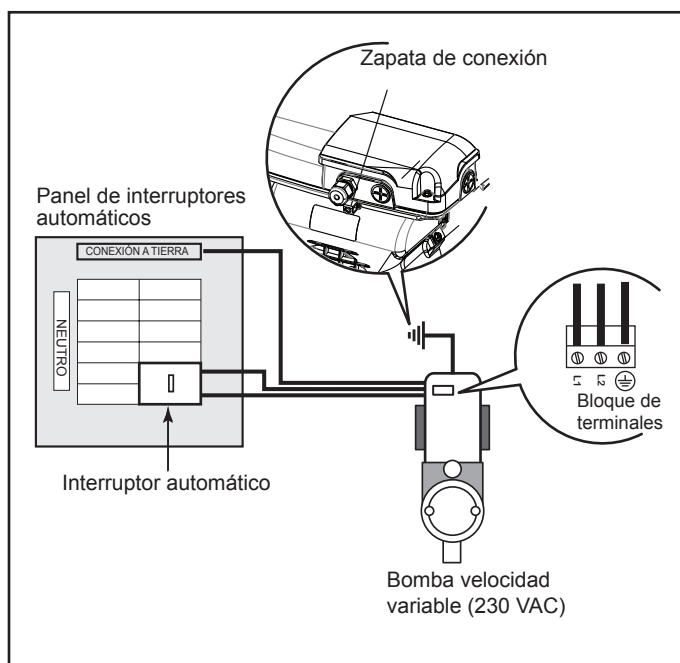

Figura 8. Unión del motor
1. La carcasa del motor debe estar conectada a una toma de tierra fiable con un conductor de cobre sólido, N°. 8 AWG o más grande. La carcasa del motor debe estar conectada a todas las partes metálicas de la estructura de la piscina, spa o jacuzzi y a todas las tuberías de los equipos eléctricos, conductos de metal y dentro de los cinco (5) pies (1,5 m) de las paredes interiores de la piscina, spa o jacuzzi.
**NOTA** En Canadá, la bomba debe estar ubicada a un mínimo de tres (3) metros (aproximadamente 10 pies) del agua (CSA C22.1).
2. Unir el motor utilizando el terminal de externo provisto. Véase Figura 8.